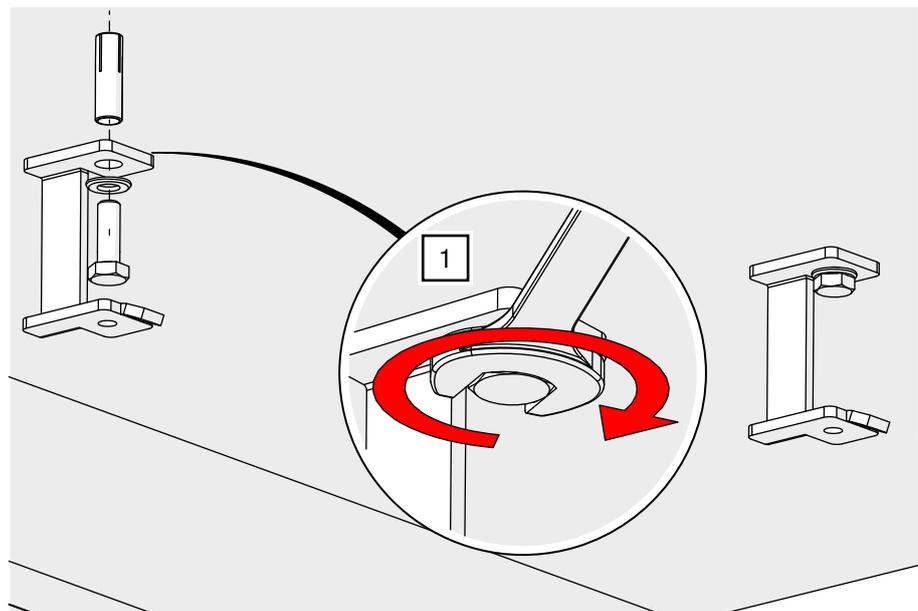

Abb. 61: Abhängung für Seilführung – an Decke montieren (DOSF)
1. Verschrauben Sie die Abhängung für die Seilführung mit dem Untergrund entsprechendem Montagematerial an der Decke (Montage entsprechend Herstellerangaben; Beispiel Betondecke – siehe Abb. 61).